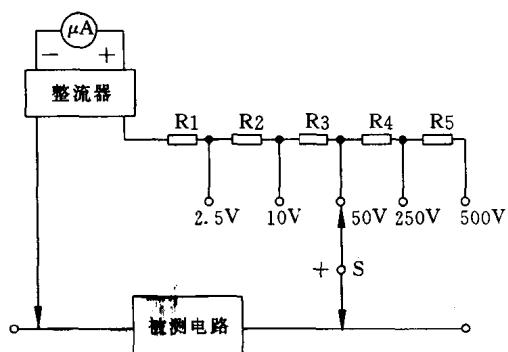

图1.1.4 交流电压测量原理示意图
将电表红表笔和黑表笔分别插在标有“+”符号的插孔①和标有“*”符号的插孔②内，转换开关S2旋至交直流电压“ \vee ”功能挡位上，转换开关S1旋至交流电压“ \vee ”量限区间的适当量挡位置上，然后将两表笔跨接在要测量的电路两端，根据指针在表盘刻度盘上的偏转位置读取读数。测量原理图见图1.1.4。